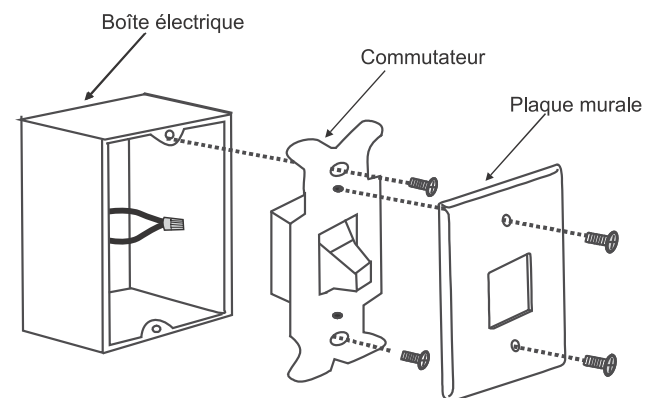

Fig. 23
Étape 1. Retirer la plaque murale existante et l'ancien interrupteur de la boîte électrique murale. Connecter les conducteurs NOIR (charge) ensembles à l'aide d'un écrou de connexion et les pousser délicatement dans la boîte de connexion. (Fig. 23)